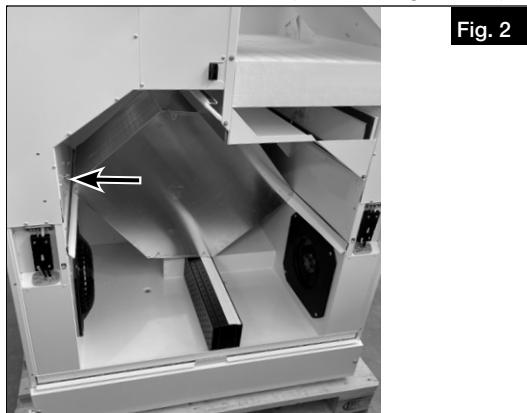

Fig. 2
3. Retirer les vis de fixation du post-chauffage électrique (voir Fig. 2).